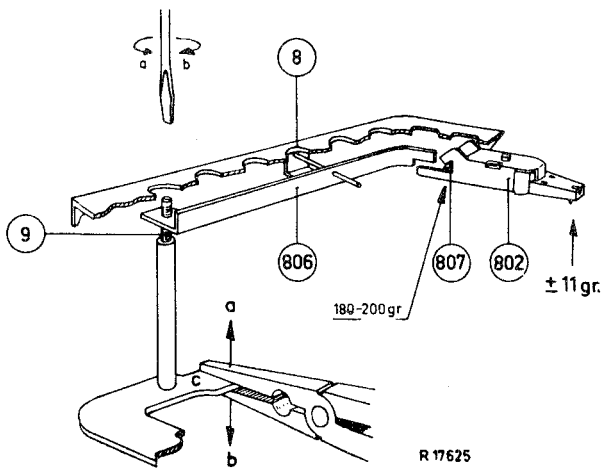

Fig. 2
### B. TONARM Pos. 8 (Abb. 2)
6. Steht der Kopf zu tief, dann muss die Stellschraube 9 etwas nach unten gedreht werden. (Siehe Abb. 2).
Steht der Kopf zu hoch, muss die Lippe c etwas in Richtung b verbogen werden. (Abb. 2).